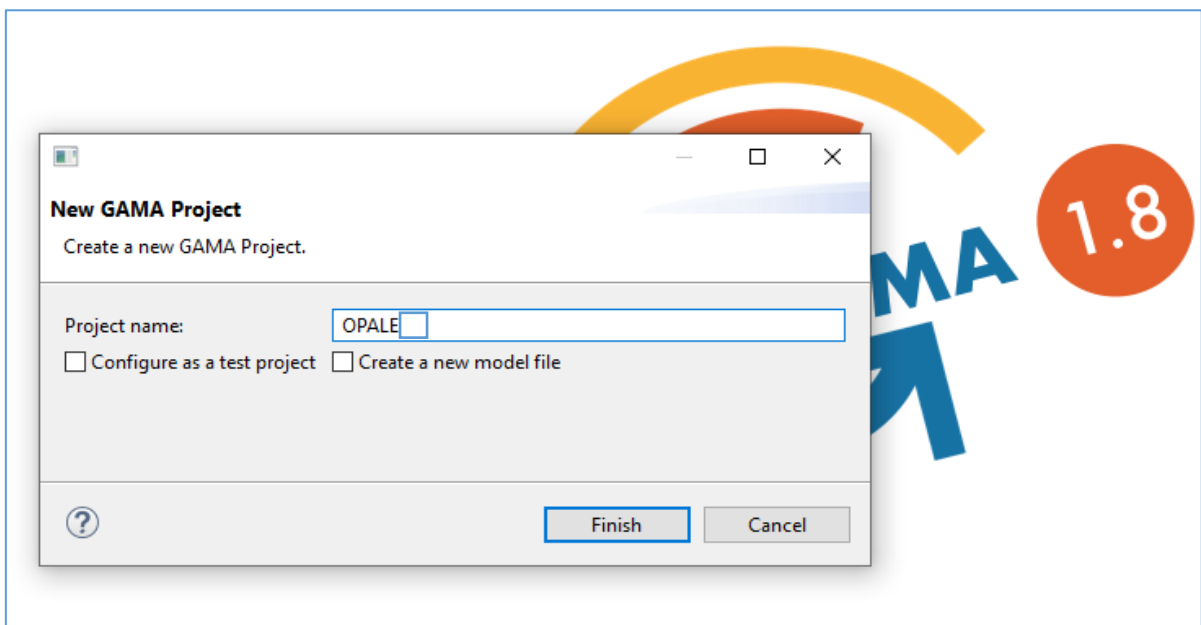

Fig.3. Création du Projet OPALE(2)
- Décochez la case Create a new model file, cliquez sur Finish, Quitter Gama. (fig.3)